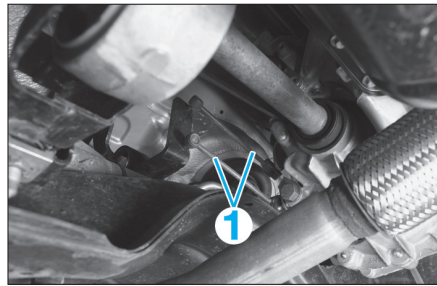

Fig. 9
- les 2 biellettes (1) (Fig.9),